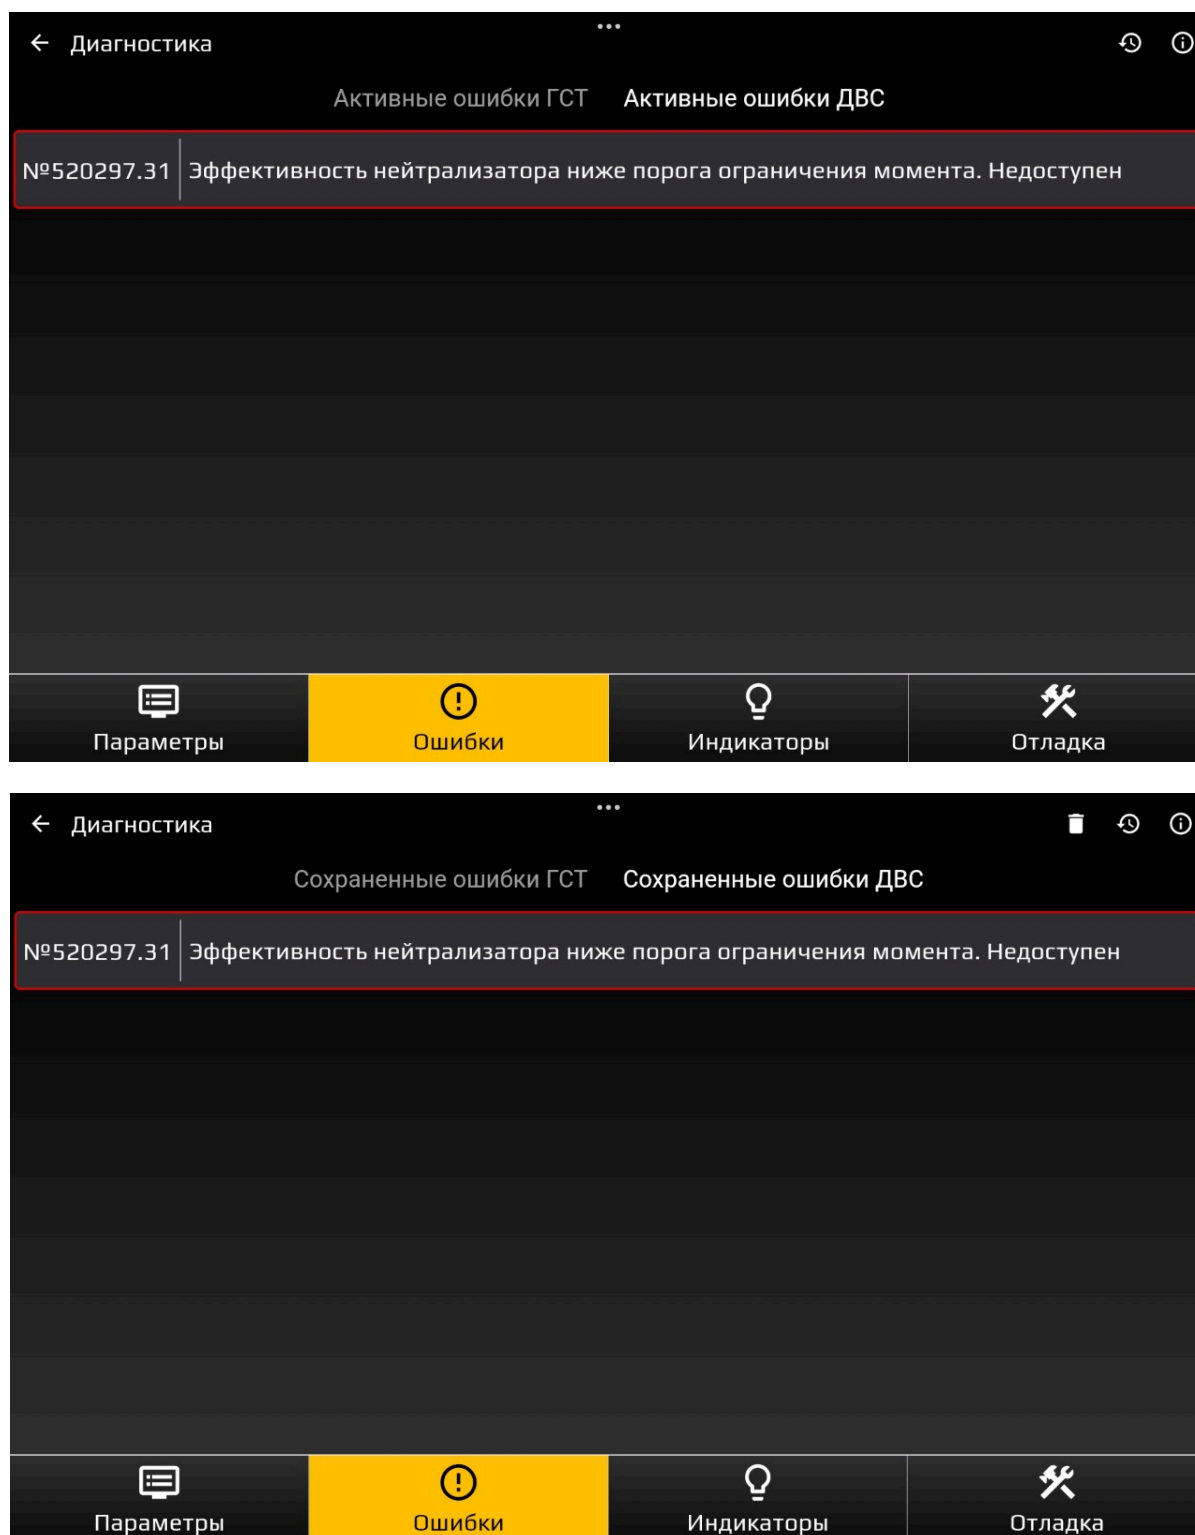

Рисунок 30. Активные и сохраненные ошибки ДВС
- списки активных и сохраненных ошибок ДВС (рис. 30).